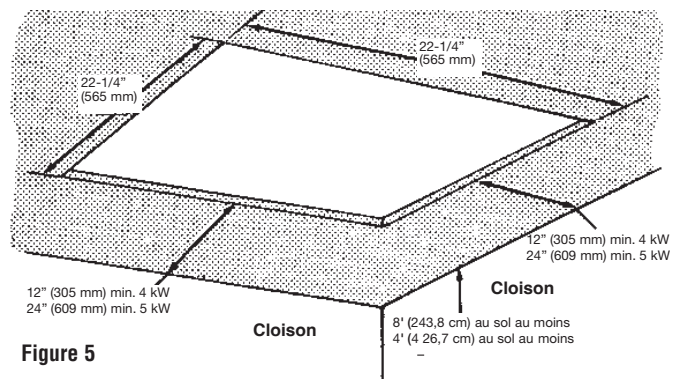

**Figure 4**
- Positionnez le radiateur dans un quadrillage de suspentes en T (Figure 4) et procédez à la fixation nécessaire. Voyez l'avertissement N° 9.